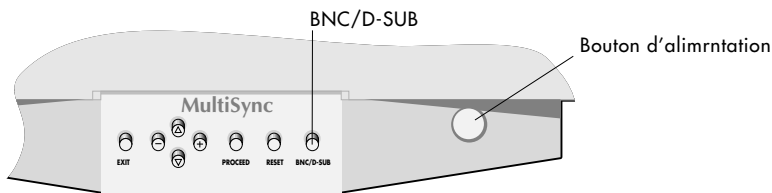

Figure E.1
5. Mettre le moniteur (**Figure E.1**) et l'ordinateur sous tension.
6. Les paramètres usine de votre moniteur ont été réglés pour l'installation D-SUB. Si vous utilisez un câble BNC, appuyez sur le bouton BNC/D-SUB situé à l'avant du moniteur (**Figure E.1**).